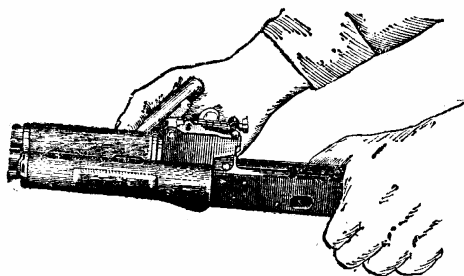

Рис.21. Поворот замыкателя газовой трубки с помощью пенала принадлежности.
9. Отделить газовую трубку со ствольной накладкой. Удерживая автомат левой рукой, правой надеть пенал принадлежности прямоугольным отверстием на выступ замыкателя газовой трубки, повернуть замыкатель от себя до вертикального положения (рис. 21) и снять газовую трубку с патрубком газовой камеры.